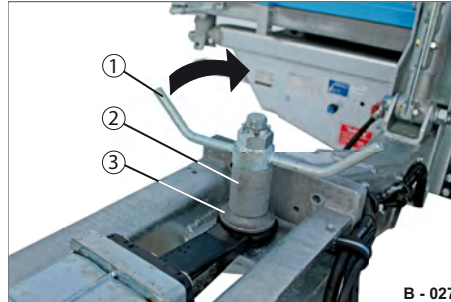

Abb. 36 Zugöse D40 oben sichern
- Stecken Sie die Scheibenaufgabe (Abb. 36/3), den Abstandshalter (Abb. 36/2) von oben auf die Befestigungsschraube an die Zugöse (Abb. 35/3).
- Schrauben Sie die Flügelmutter (Abb. 36/1) auf die Befestigungsschraube auf.